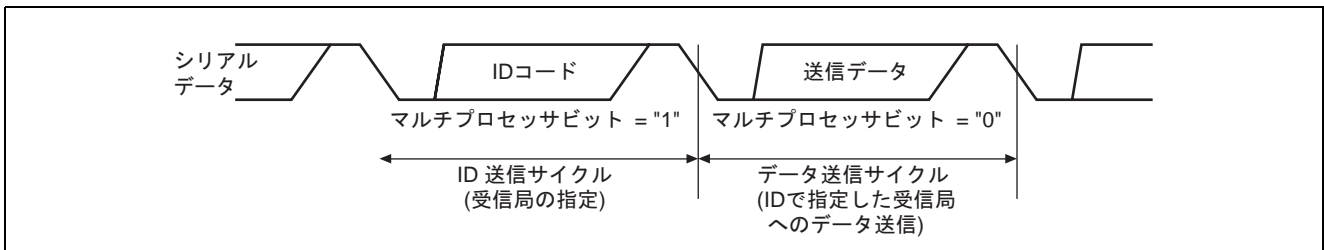

図 2 マルチプロセッサビットを使用したシリアルデータ
- 図 2 にマルチプロセッサビットを使用したシリアルデータを、表 1 にマルチプロセッサフォーマットを示します。